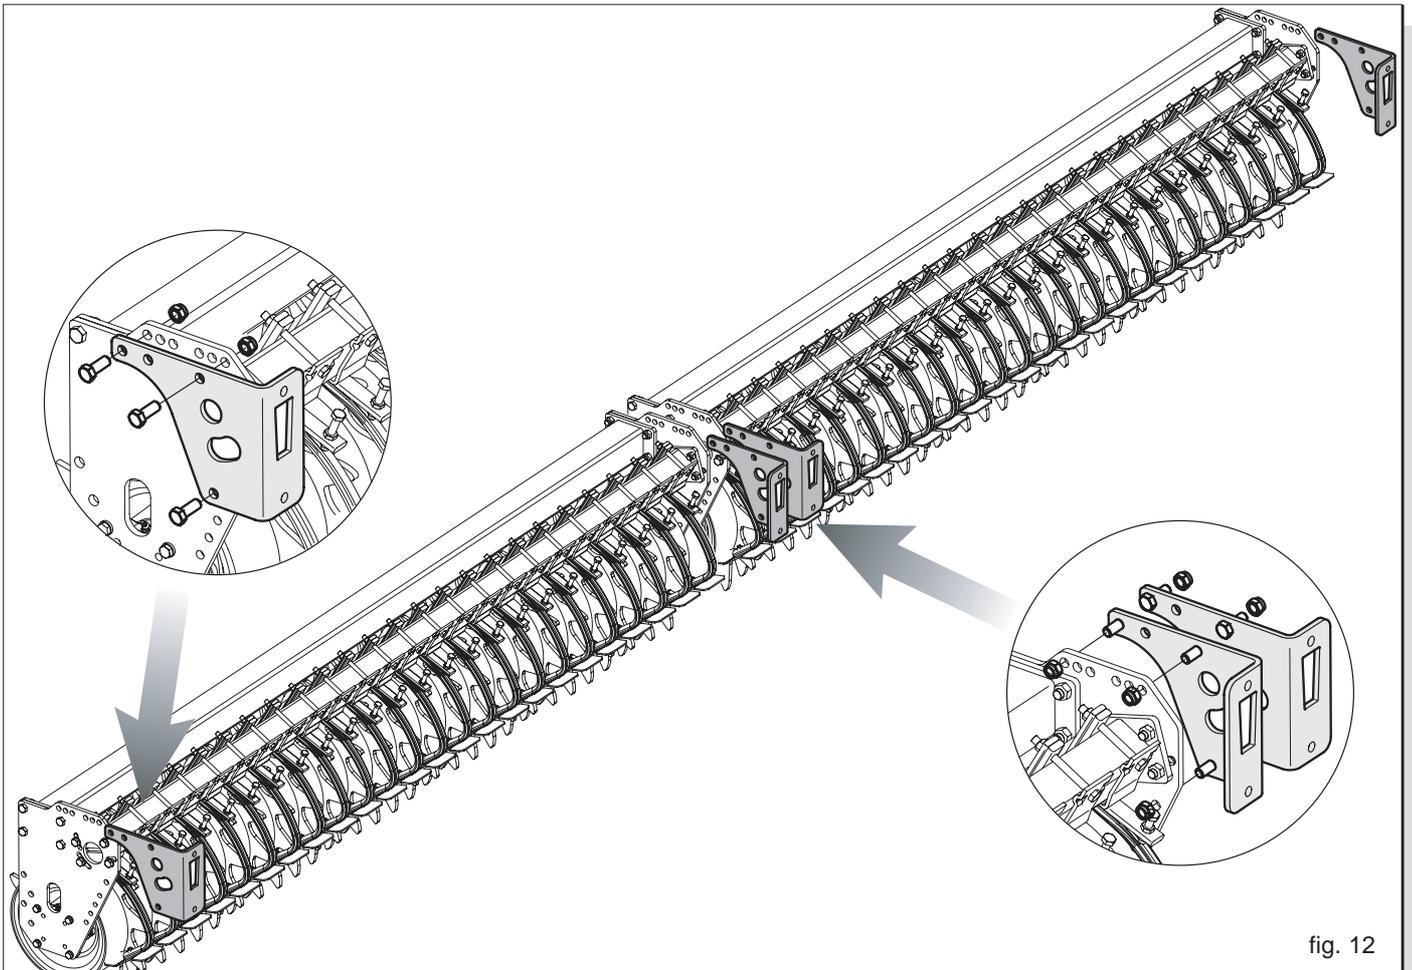

fig. 12
- 2) Installer les quatre supports de la barre des semis sur le rouleau arrière de la herse rotative (Fig. 12).